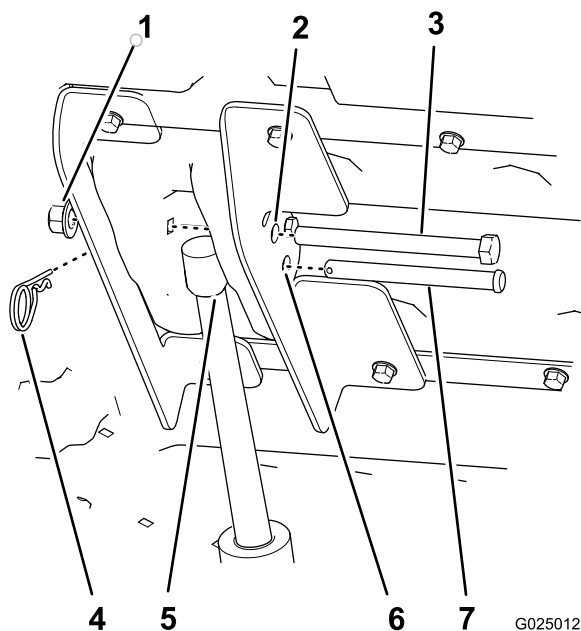

Figura 9
7. Pulse la parte superior del interruptor de elevación de la plataforma para extender la varilla del actuador de elevación hasta que el taladro de la varilla esté alineado con los taladros de los soportes de elevación interior y exterior (Figura 9).
8. Sujete la varilla del actuador del elevador a los soportes de elevación con un pasador (3-1/2 pulgadas) y una chaveta (Figura 9).
10. Inserte el perno de cabeza hexagonal (1/2 x 5-1/2 pulgadas) a través de los otros taladros de 12,7 mm de los soportes de elevación interior y exterior (Figura 9) y sujételo con una tuerca (1/2 pulgada) hasta que la tuerca con arandela prensada esté ajustada.
2. Retire el pasador y la chaveta que sujetan la varilla del actuador a los soportes de elevación interior y exterior (Figura 9).
7. Baje la plataforma y alinee el actuador del elevador con los soportes de elevación (Figura 9).
8. Sujete el actuador del elevador a los soportes de elevación con el pasador y la chaveta (Figura 9).